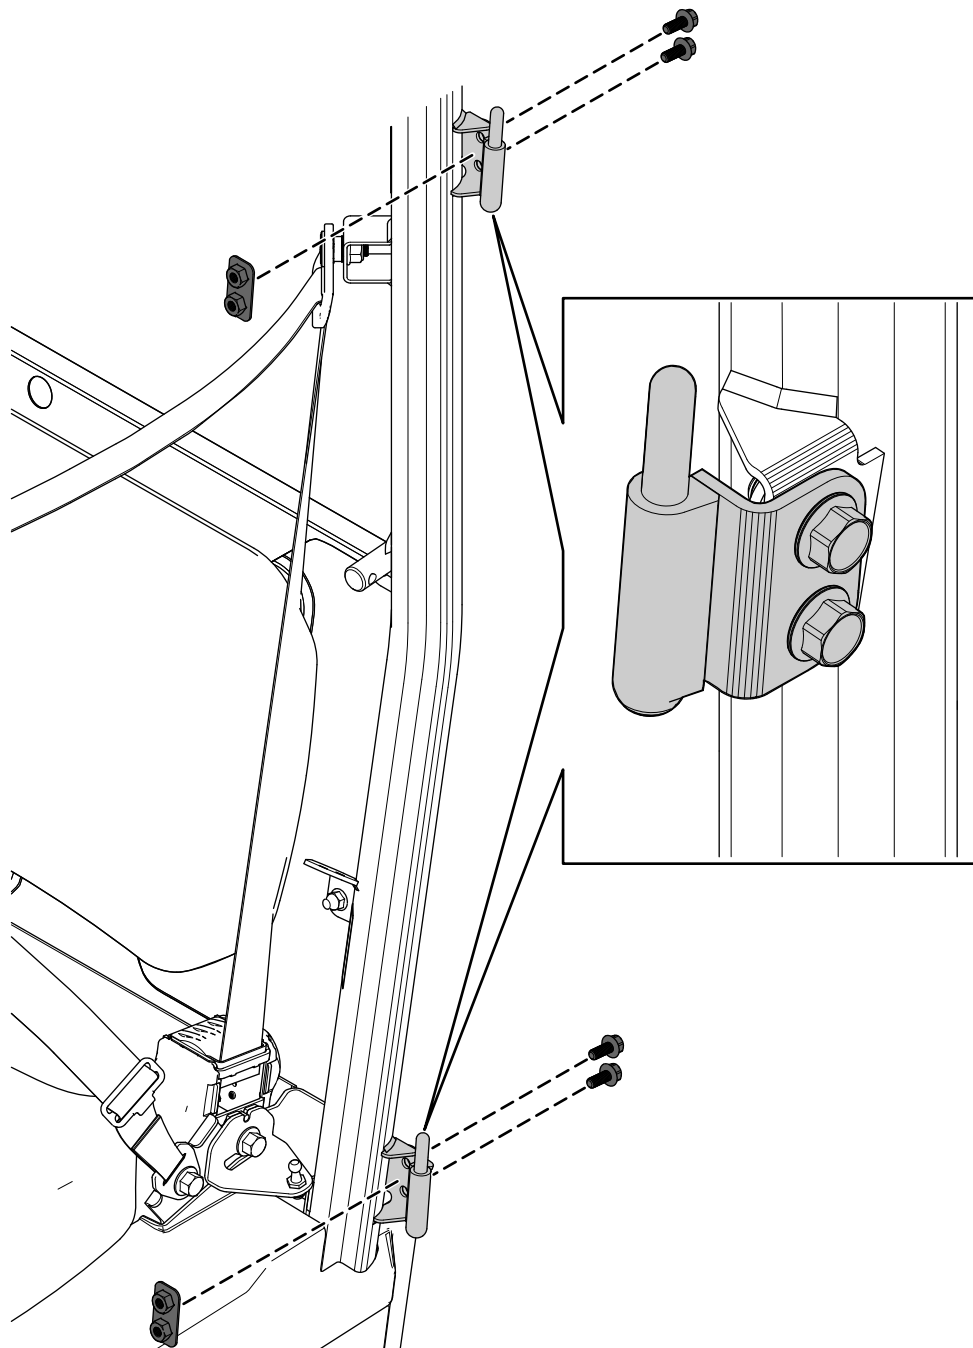

Рисунок 5
1. Прикрепите, не затягивая, 2 левых дверных петли к кронштейну оси поворота двери на конструкции защиты оператора при опрокидывании машины (ROPS) с помощью 4 болтов с фланцем (M8 x 20 мм) и 2 пластин с резьбой (Рисунок 5).
8. Когда дверь будет правильно выровнена относительно ROPS, затяните 4 болта с фланцем (M8 x 20 мм), показанные на Рисунок 5, с моментом 26 Н·м.